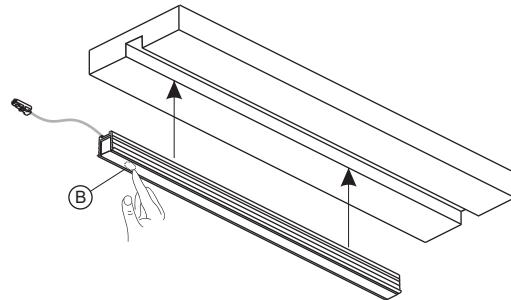

Fig.5
- The device is simply switched on and off by quickly touching its screen, under which the switch (B) is placed, which is always located at the end of the profile (figure 5).
- Das Ein- und Ausschalten der Leuchte erfolgt einfach durch ein schnelles Berühren der Abdeckung, unter dem sich der Schalter (B) befindet, der sich immer am Profilende befindet (Abb. 5)